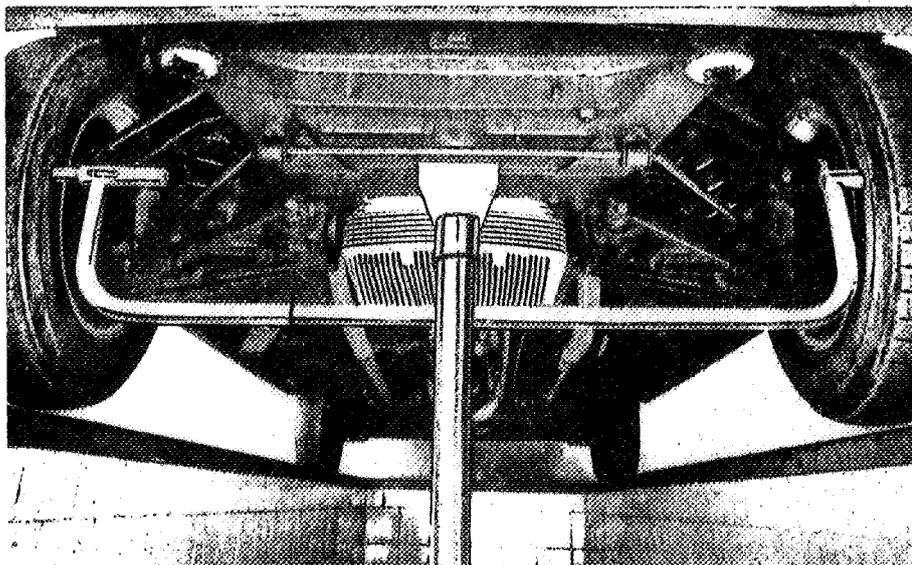

Fig. 1
- Far compiere alle ruote mezzo giro, applicare il misuratore dalla parte anteriore nei punti contrassegnati, e leggere il nuovo valore indicato sul misuratore stesso (fig. 1).